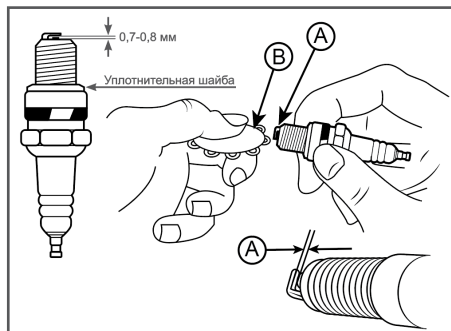

Рис. 18 Обслуживание свечи зажигания
4. Измерьте зазор между электродами свечи зажигания специальным щупом. Зазор должен быть 0,7-0,8 мм (Рис.18). При увеличении или уменьшении требуемого зазора, рекомендуется заменить свечу, так как регулировка зазора может привести к изменению качества искрообразования.